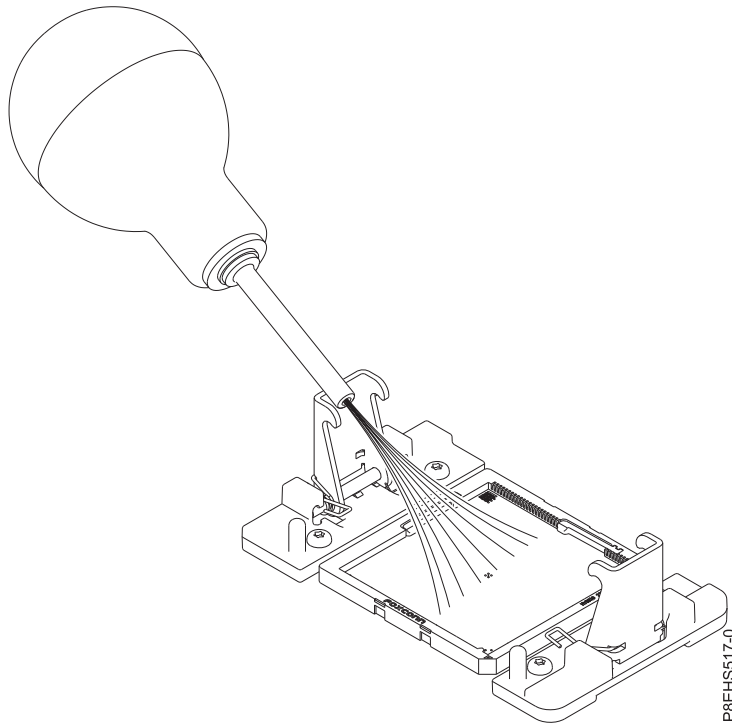

Figure 99. Retrait de la poussière et des particules du support du processeur système.
- a. Si de la poussière ou des particules sont présentes sur le support du processeur système, utilisez la pompe à air fournie (référence 45D2645) pour nettoyer le support. Dirigez de petits jets d'air depuis le centre vers les côtés du support, comme illustré dans la figure 99, à la page 99.